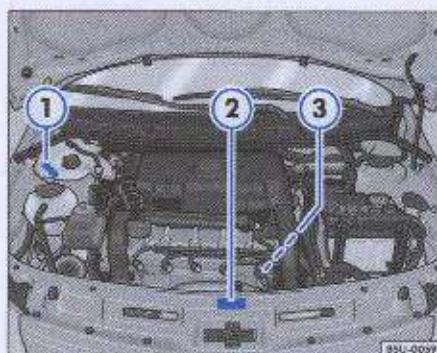

Fig. 155 Identificaciones en el vehículo
Las etiquetas de identificación con número parcial VIS⁵¹ están fijadas en la columna de la suspensión derecha → fig. 155 ① y en la columna de la puerta delantera derecha. Estas etiquetas son destruidas cuando se intenta removerlas.
La etiqueta de identificación del fabricante está fijada en el travesaño delantero del vano motor → fig. 155 ②.
La grabación del número está localizada en la parte posterior del bloque, junto a la fijación de la transmisión → fig. 155 ③. En algunas regiones, este dato forma parte del documento oficial del vehículo.